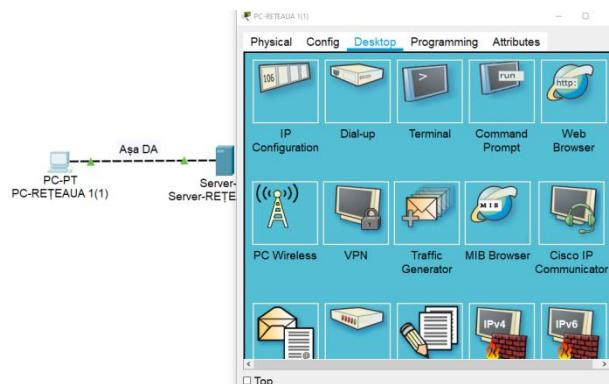
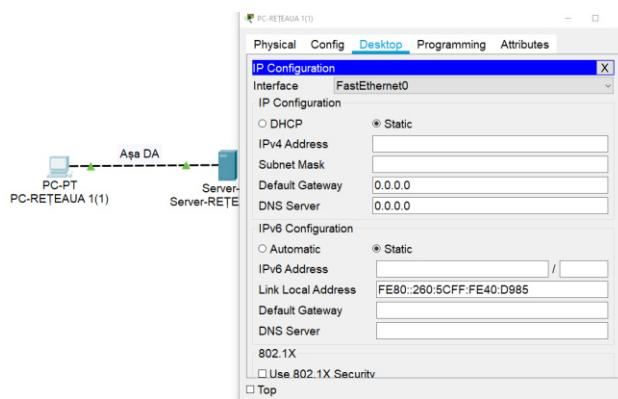

Fig. 24. Fereastra din tabul Desktop.
Fig. 25. Fereastra inițială din submeniul IP Configuration.
- Clic pe tabul Desktop apare o nouă fereastră, Fig. 24, facem clic pe fereastra IP Configuration și apare fereastra din Fig. 25.
- Așa cum se poate observa în Fig. 25. aici se pot asigna parametrii necesari pentru a realiza comunicarea peste rețele de calculatoare.